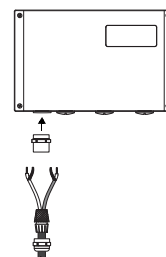

Abb. 5.7: Anschluss an den Messumformer
- Entfernen Sie den Blindstopfen links für den Anschluss der Sensoren (siehe Abb. 5.7).